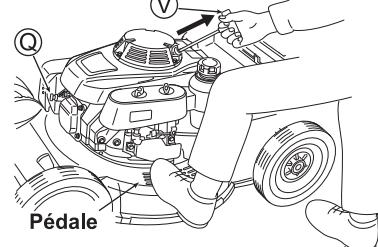

Fig. 12 6
- 1 Installez le capuchon de la bougie (Q). (Voir Fig. 12)